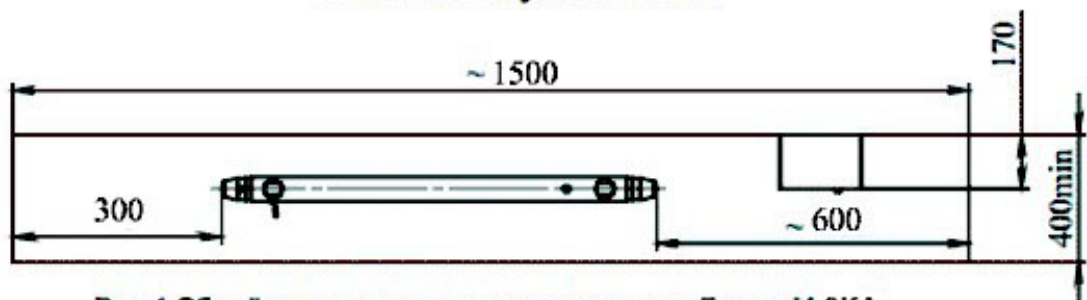

Рис. 1 Общий вид и план размещения установки Лазурь М-3КА
3.1 УФ установка состоит из фотохимического реактора (ФХР) 1 и шкафа питания и управления (ШУ) 2 (см. Рис.1).
3.6. Шкаф управления (ШУ) 2 предназначен для питания УФ лампы, УЗ-излучателя и контроля за их работой. Габаритный чертеж шкафа питания и управления представлен на Рис.1.
5.3. Проверить герметичность уплотнительных колец 5 на защитной кварцевой трубке 4 в реакторе. При необходимости подтянуть их с помощью гаек 7 (Рис.1).